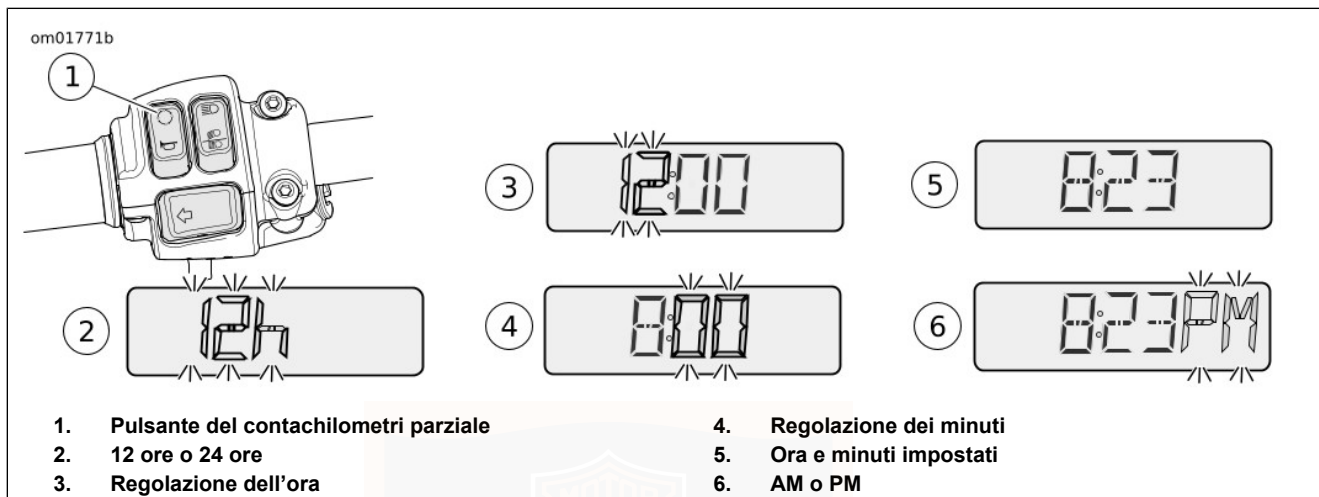

Figura 13. Visualizzazioni dell'ora
1. Vedere Figura 13. Premere e rilasciare l'interruttore TRIP (contachilometri parziale) (1) finché non venga visualizzata l'ora (ore e minuti). Premere e tenere premuto l'interruttore TRIP (contachilometri parziale) fin quando 12h (12 ore) (2) non inizi a lampeggiare sul quadrante del tachimetro. Rilasciare l'interruttore.
3. Una volta selezionata la modalità di visualizzazione desiderata, premere e tenere premuto l'interruttore TRIP (contachilometri parziale) finché non lampeggi la visualizzazione delle ore (3).
5. Quando viene visualizzata l'ora corretta, premere e tenere premuto l'interruttore TRIP (contachilometri parziale) finché la visualizzazione dei minuti (4) non inizi a lampeggiare.
7. Quando vengono visualizzati i minuti corretti (5), premere e tenere premuto l'interruttore del contachilometri parziale finché il display non passi alla sezione di AM o PM (6).